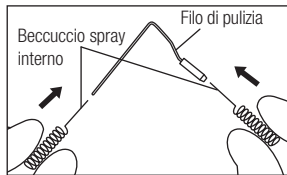

Fig. 13
- 1) Pulire internamente il beccuccio spray interno e il beccuccio spray esterno utilizzando il filo di pulizia. (Fig. 13, 14)